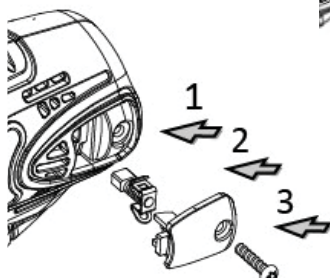

Fig. 2
B. Sostituire due nuove spazzole di carbonio su entrambi i lati, destro e sinistro (vedere fig. 2, passaggio 1).
- D. Utilizzare un cacciavite per serrare la vite del coperchio posteriore dell'alloggiamento (vedere fig. 2, passaggi 2 e 3).